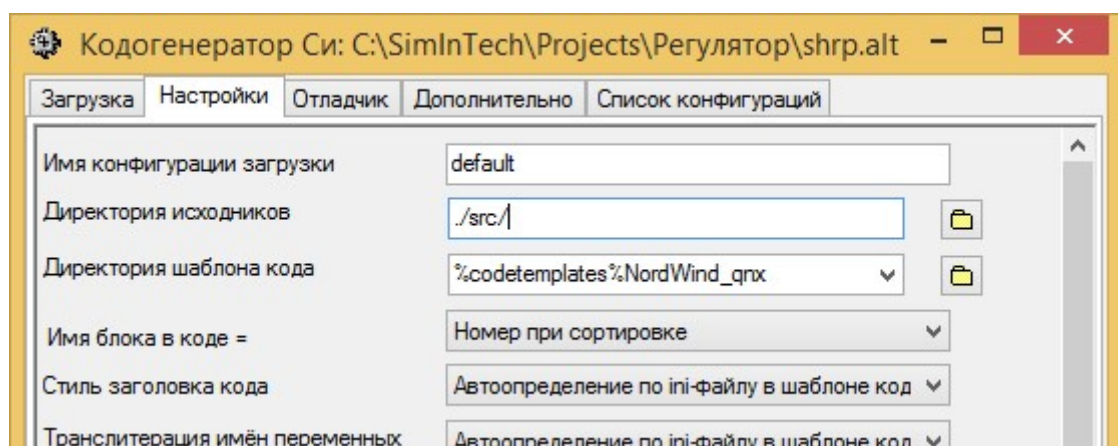

Рисунок 15 – Изменения на вкладке «Настройки»
6. Вернемся в окно кодогенератора. Перейдем на вкладку «**Настройки**». Сделаем изменения следующих настроек (Рисунок 15):